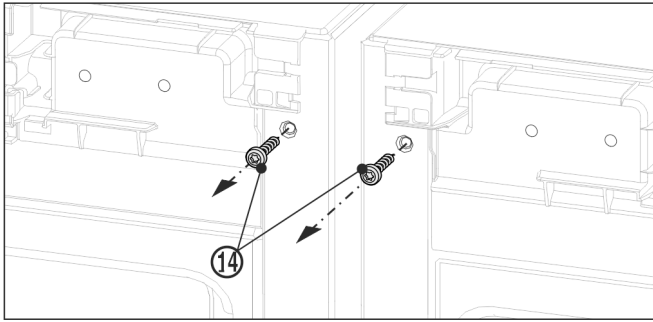

Fig. 11
- ▶ Før den øvre vinkelen monteres, skrues begge jordingskruene Fig. 11 (14) ut.